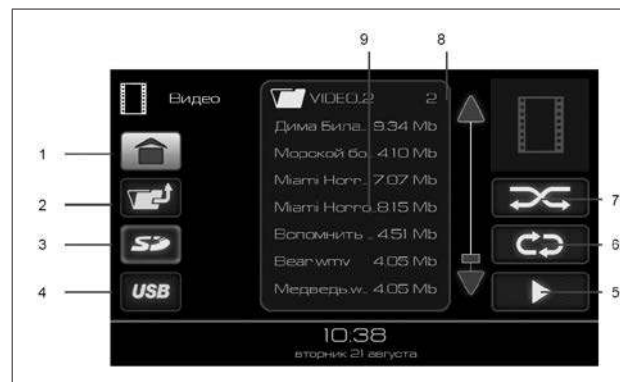

Рис. 6. Окно режима «ВИДЕО»
Доступные для воспроизведения видеофайлы и папки отображаются в списке (9), рис. 7. Двойное нажатие на изображение папки  отобразит список видеофайлов в этой папке. Для выхода из папки нужно нажать кнопку 2 (рис. 6).
- либо двойное нажатие на выбранный файл позволяет воспроизвести именно его, при этом доступна функция включения режима повторного воспроизведения выбранного файла (кнопка 6, рис. 6);
- либо нажатие на кнопку воспроизведения файлов (кнопка 6, рис. 6) позволяет воспроизвести все видеофайлы, находящиеся в списке (9) на рис. 6;
- либо выбор папки одиночным нажатием на изображение  папки в списке (9) рис. 6, а затем нажатие кнопки воспроизведения файлов (кнопка 5, рис. 6) позволяет воспроизвести все видеофайлы, находящиеся в выбранной папке и ее подпапках.